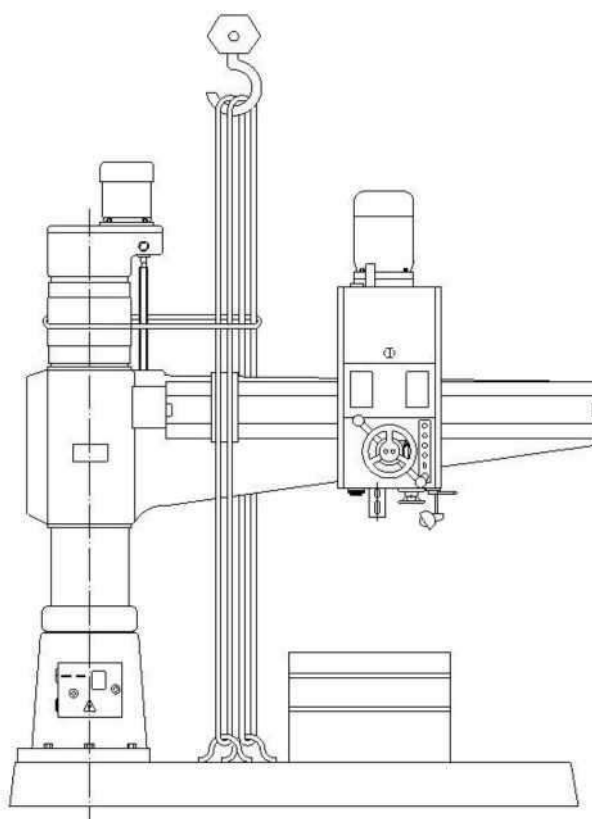

Рис. 3-1
3.1 Транспортирование (Рис. 3-1)